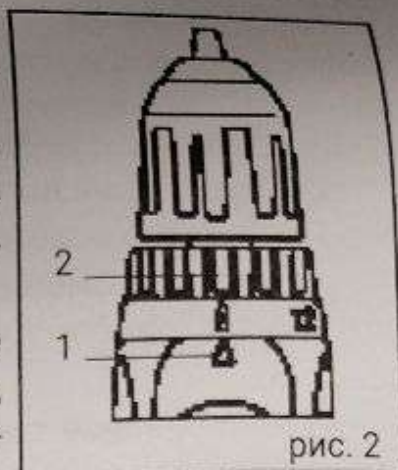

рис. 2
- вы можете выставить значение на муфте регулировки (рис. 2, поз. 2) от 1 до 18 в зависимости от необходимого усилия затяжки, режим сверления также выставляется с помощью поворота муфты (рис. 2, поз. 2).